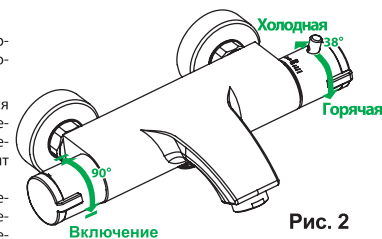

Рис. 2
- Левая ручка смесителя используется для включения/выключения смесителя и регулировки напора воды (см. рис. 2). В модели смесителя с изливом ручка также служит для переключения воды с излива на душ.